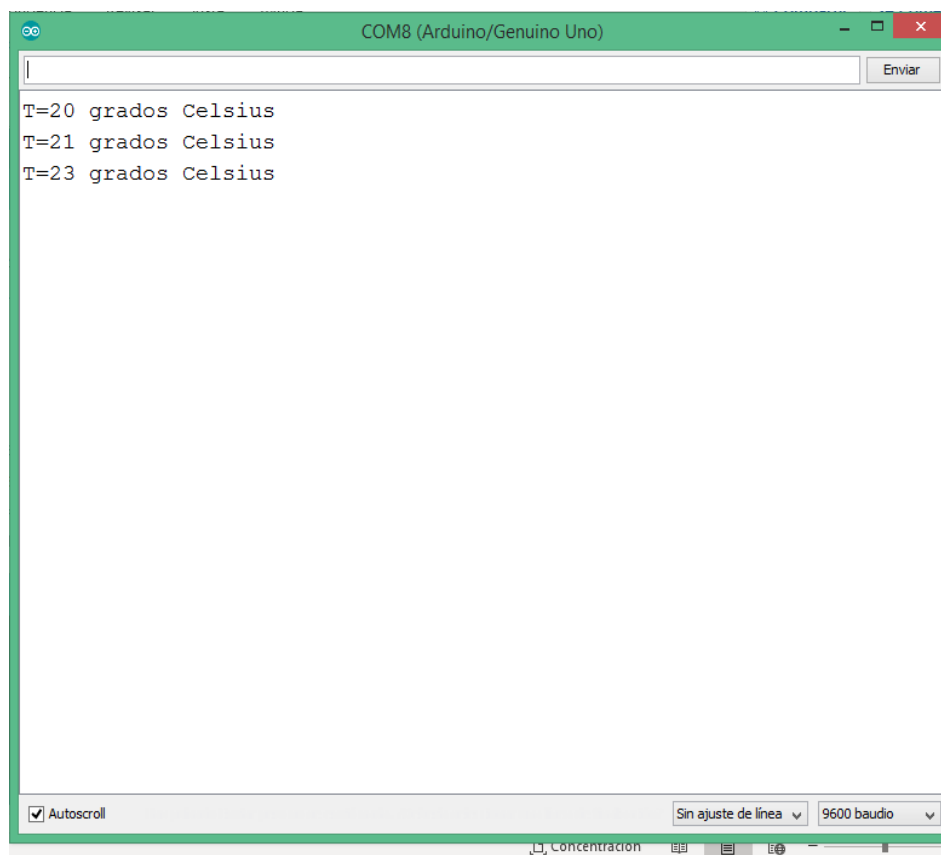

Fig 1 Ejemplo de visualización de los datos de temperatura medidos por el microcontrolador desde el LM35 para un análisis cuantitativo
- Usando comunicación serial RS232 en el microcontrolador para la transmisión de valores, donde por medio de esta comunicación se enviará el valor de la temperatura en grados Celsius, para ser visualizado en un programa de interfaz serial, como por ejemplo la consola serial de Arduino véase Fig 1. Todos los datos enviados por el microcontrolador deben estar codificados en ASCII.